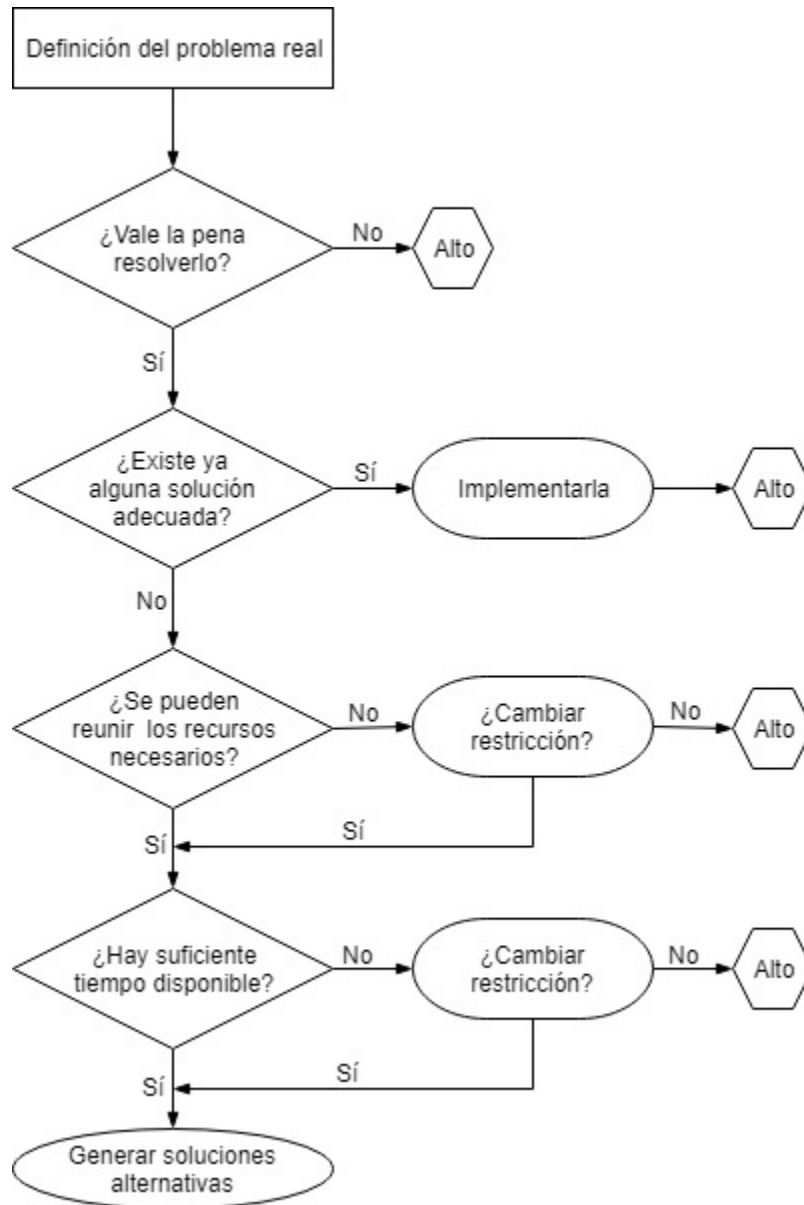

FIGURA 2: Determinar si el problema debiese ser resuelto.
5. *Determinar si el problema debiese ser resuelto:* para este fin, se siguen los pasos de la figura 2.